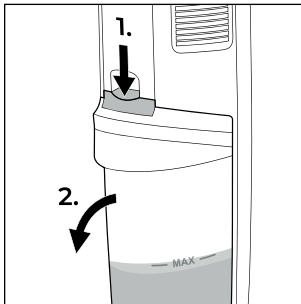

Fig. 20
- Videz le réservoir d'eau sale ❷ après chaque utilisation et dès que l'eau sale a atteint le repère MAX.
- En vidant le réservoir d'eau sale ❷, veillez à ce que l'écoulement (par ex. d'un lavabo) ne soit pas obstrué par des poils ou de grosses impuretés.
- Une fois le réservoir d'eau sale ❷ plein, le moteur d'aspiration est automatiquement éteint à l'aide du flotteur ❸.
- ◆ Pour vider le réservoir d'eau sale ❷, procédez comme suit :
1. Poussez le bouton situé au-dessus du réservoir d'eau sale ❷ vers le bas (voir fig. 20). Tenez la poignée du réservoir d'eau sale ❷ pendant que vous appuyez sur le bouton.
2. Sortez le réservoir d'eau sale ❷ par l'avant de l'appareil (voir fig. 20).